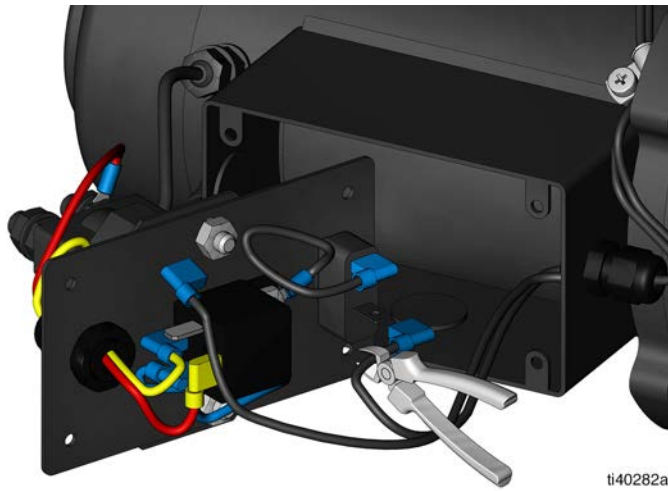

FIG. 20
- 9. Corte los conectores de los cables del interruptor de presión (FIG. 20).